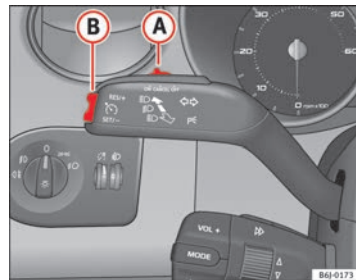

Fig. 105 Leva degli indicatori di direzione e degli abbaglianti: interruttore e tasto di comando del regolatore di velocità ➡
- Quando il veicolo raggiunge la velocità che si intende poi mantenere, premere una sola volta sulla parte inferiore del tasto **SET** ⇒ fig. 105 **B**.